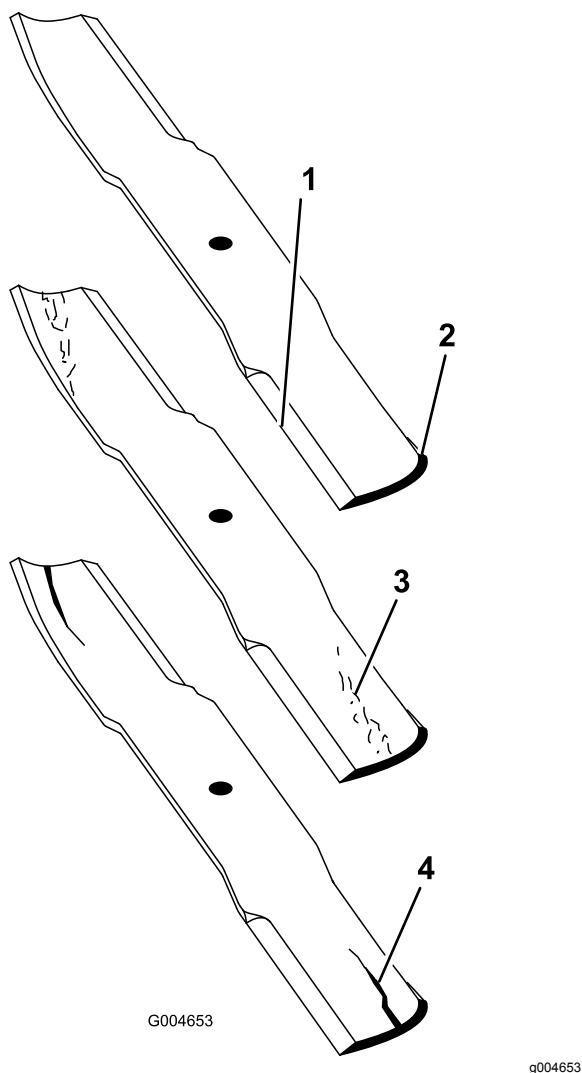

Figura 113
2. Examine cuidadosamente as extremidades da lâmina, prestando especial atenção à zona onde se encontram as partes curvas e planas da lâmina (Figura 113).
Nota: A areia e os materiais abrasivos podem desgastar o metal entre as partes plana e curva da lâmina; por isso, verifique a lâmina antes de utilizar a máquina. Se verificar que esta zona se encontra desgastada (Figura 113), substitua a lâmina.